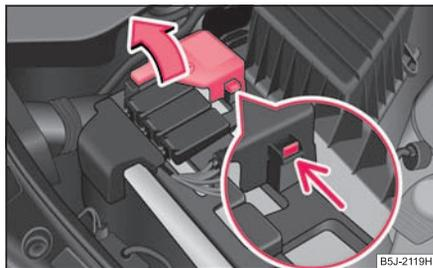

Fig. 204 Batería: Abrir la cubierta del polo positivo
- Levante la cubierta del polo positivo (+) ⇒ fig. 204.